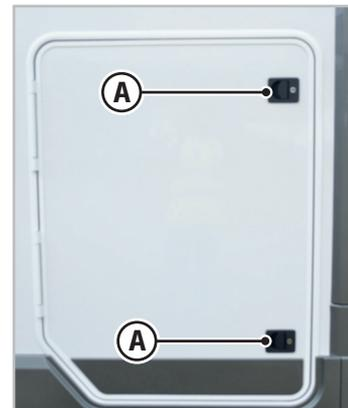

Abb. 5.3 - Schlösser des Garagenstauraums
- Überprüfen Sie, ob Sie das Garagenstauraum abgeschlossen haben, indem Sie alle vorhandenen Schlösser vor der Abreise verriegeln (A - Abb. 5.3). Das einfache Zudrücken der Klappe gewährleistet nicht die Verriegelung.
Der Garagenstauraum ist mit einem oder zwei Schlössern (A - Abb. 5.3) ausgestattet.